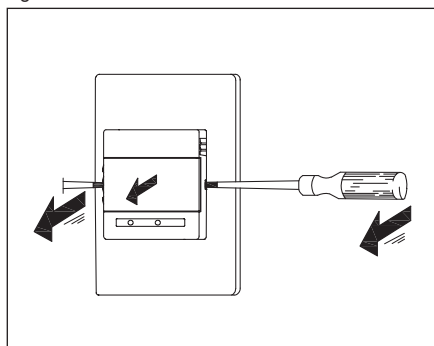

Fig. 2 - Night setback mode
Reducción nocturna (fig. 2):
3. Conecte los cables de acuerdo con el diagrama (fig. 2, 2a o 2b).